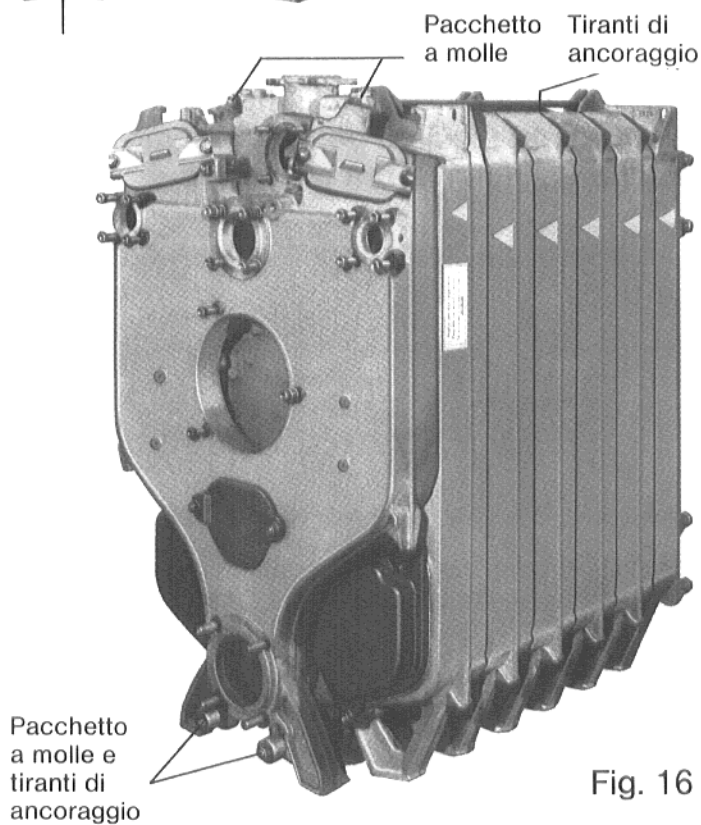

Fig. 16
**Tiranti corti** (2 pezzi) vengono disposti **sopra** a destra e a sinistra del mozzo (Fig. 16).
**Posteriormente** vengono posti i **pacchetti a molla** con madreviti strette a mano (Fig. 16). (Utilizzare i pacchetti interi, non separarli!)